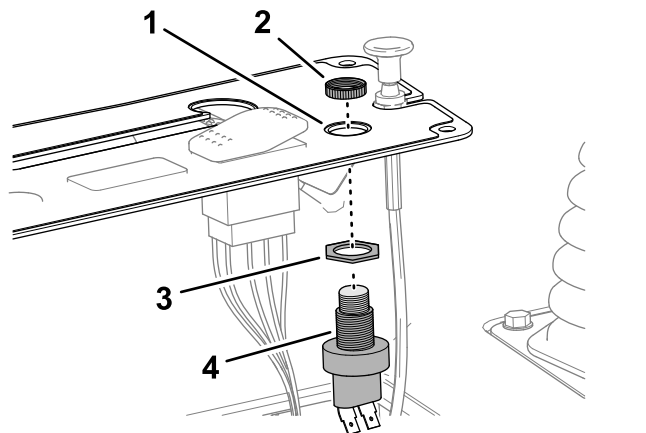

図 16
1. ホーンスイッチのボディにジャムナットを取り付ける 図 16。